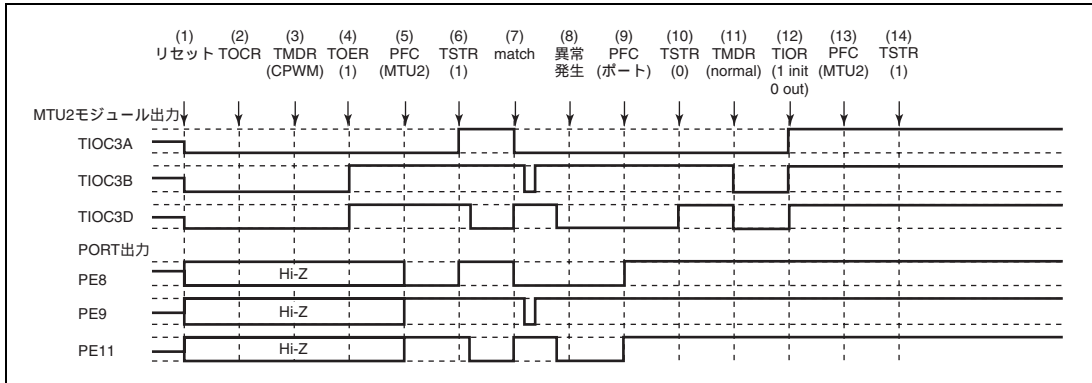

図 10.157 相補 PWM モードで異常が発生し、ノーマルモードで復帰する場合
相補 PWM モードで異常が発生し、再設定後ノーマルモードで再スタートする場合の説明図を図 10.157 に示します。
- (1) ~ (10) は図 10.157 と共通です。
- (11) PWM モード 1 を設定してください (MTU2 出力はローレベルとなります)。
- (12) TIOR で端子を初期化してください (PWM モード 1 では TIOC\*B 側は初期化されません)。
- (13) PFC で MTU2 出力としてください。
- (14) TSTR で再スタートします。
- (11) PFC で MTU2 出力としてください。
- (12) TSTR で再スタートします。
- (13) コンペアマッチの発生により相補 PWM 波形を出力します。
- (11) ノーマルモードを設定し新しい設定値を設定してください (MTU2 出力はローレベルとなります)。
- (12) TOER でチャンネル 3、4 の出力を禁止してください。
- (13) TOCR で相補 PWM モードの出力レベルと周期出力の許可禁止を選択してください。
- (14) 相補 PWM を設定します。
- (15) TOER でチャンネル 3、4 の出力を許可してください。
- (16) PFC で MTU2 出力としてください。
- (17) TSTR で再スタートします。
- (11) ノーマルモードを設定してください (MTU2 出力はローレベルとなります)。
- (13) TOCR でリセット同期 PWM モードの出力レベルと周期出力の許可禁止を選択してください。
- (14) リセット同期 PWM を設定します。